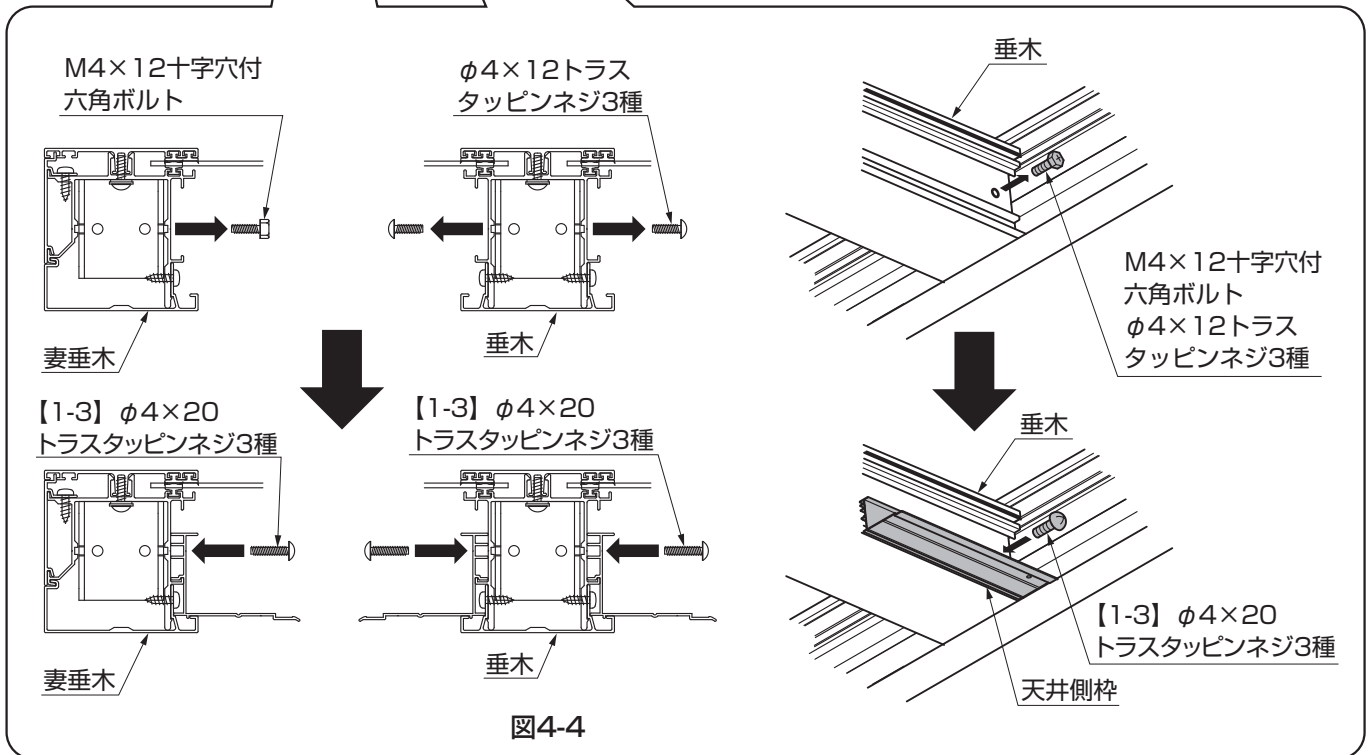

図4-4
- ②垂木掛け側から「M4×12十字穴付六角ボルト」および「φ4×12トラストタッピンネジ3種」を取外して、取外した穴に【1-3】で天井側枠を取付けてください。(図4-4参照)